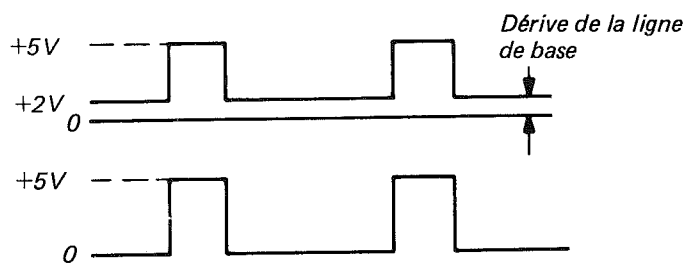

Fig. 6.2. Ligne de base offset
- Tourner la commande BASE LINE OFFSET et observer la dérive de la ligne de base, fig. 6.2.